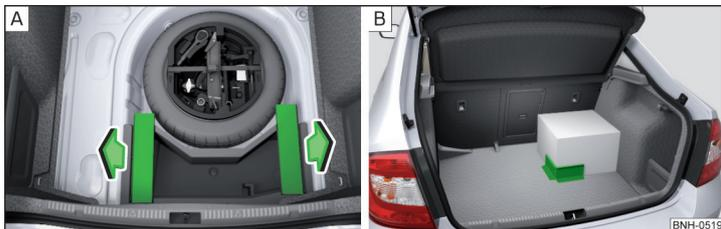

Fig. 108 Retirar el elemento de carga / Ejemplo de fijación de la carga por medio del elemento de carga
- ▶ Antes del uso, retirar los elementos de carga en el sentido de las flechas » fig. 108 - [A].
- ▶ Fijar la carga por medio de los elementos de carga si es posible cerca de los asientos traseros » fig. 108 - [B].